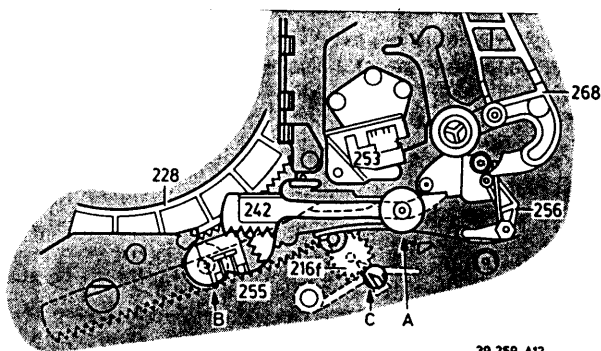
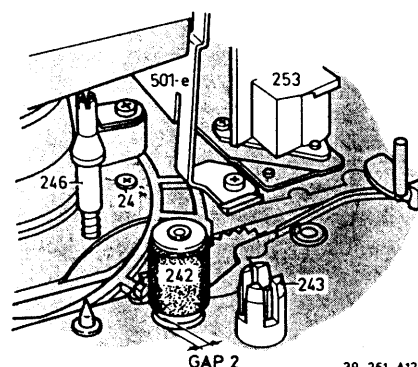

Fig. 3-1-13
Fig. 3-1-16
- Procéder à l'enfilage jusqu'à ce que le galet presseur se trouve en position A (fig. 3-1-13).
- Au travers du trou dans la plaque supérieure pousser le levier C (fig.3-1-13) vers l'avant jusqu'à ce que la roue dentée rep.216 tombe.
- Faire glisser le galet presseur vers la gauche en position B (fig.3.1.13). L'accrocher sous la joue et ensuite pousser jusqu'à la butée (3.1.14).
- Soulever la roue dentée avec une pincette, lorsque le galet presseur se retrouve à la position A (fig.3.1.13) (donner un peu de jeu au galet presseur). On peut également au travers du bas, par un trou dans le châssis, soulever la roue dentée.
- Enfiler jusqu'à ce que le galet presseur ait atteint la position B (fig.3-1-13). Le galet presseur doit présenter un peu de jeu à la position extrême de B. GAP 2 (fig.3-1-16).